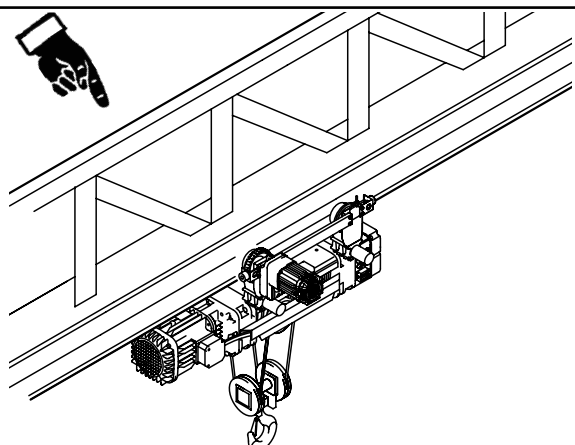

fig. 118
- **SEMPRE** controllare l'idoneità delle strutture che sostengono il paranco ed il carrello (fig. 118).